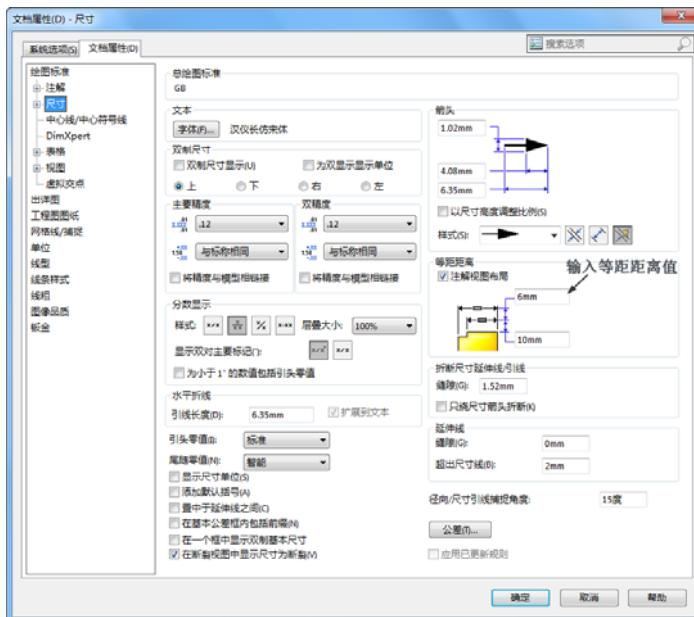

图 8-82 设置尺寸间距图示
**02** 设置距离。单击对话框中的“文件属性”选项卡，然后单击“尺寸”选项，在右侧的“等距距离”一栏的图示中输入所需要的尺寸值，如图 8-82 所示。